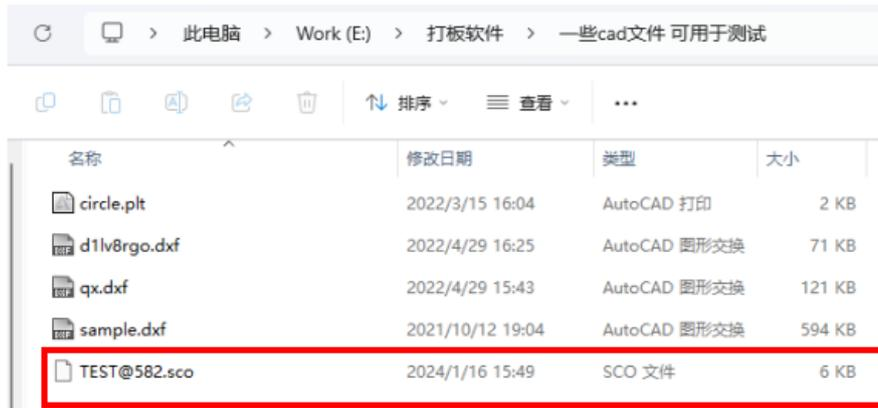

图 5.7.1d 文件位置
③点击“保存”按钮，在相应的文件夹下可找到此文件。如下图 5.7.1d 所示。